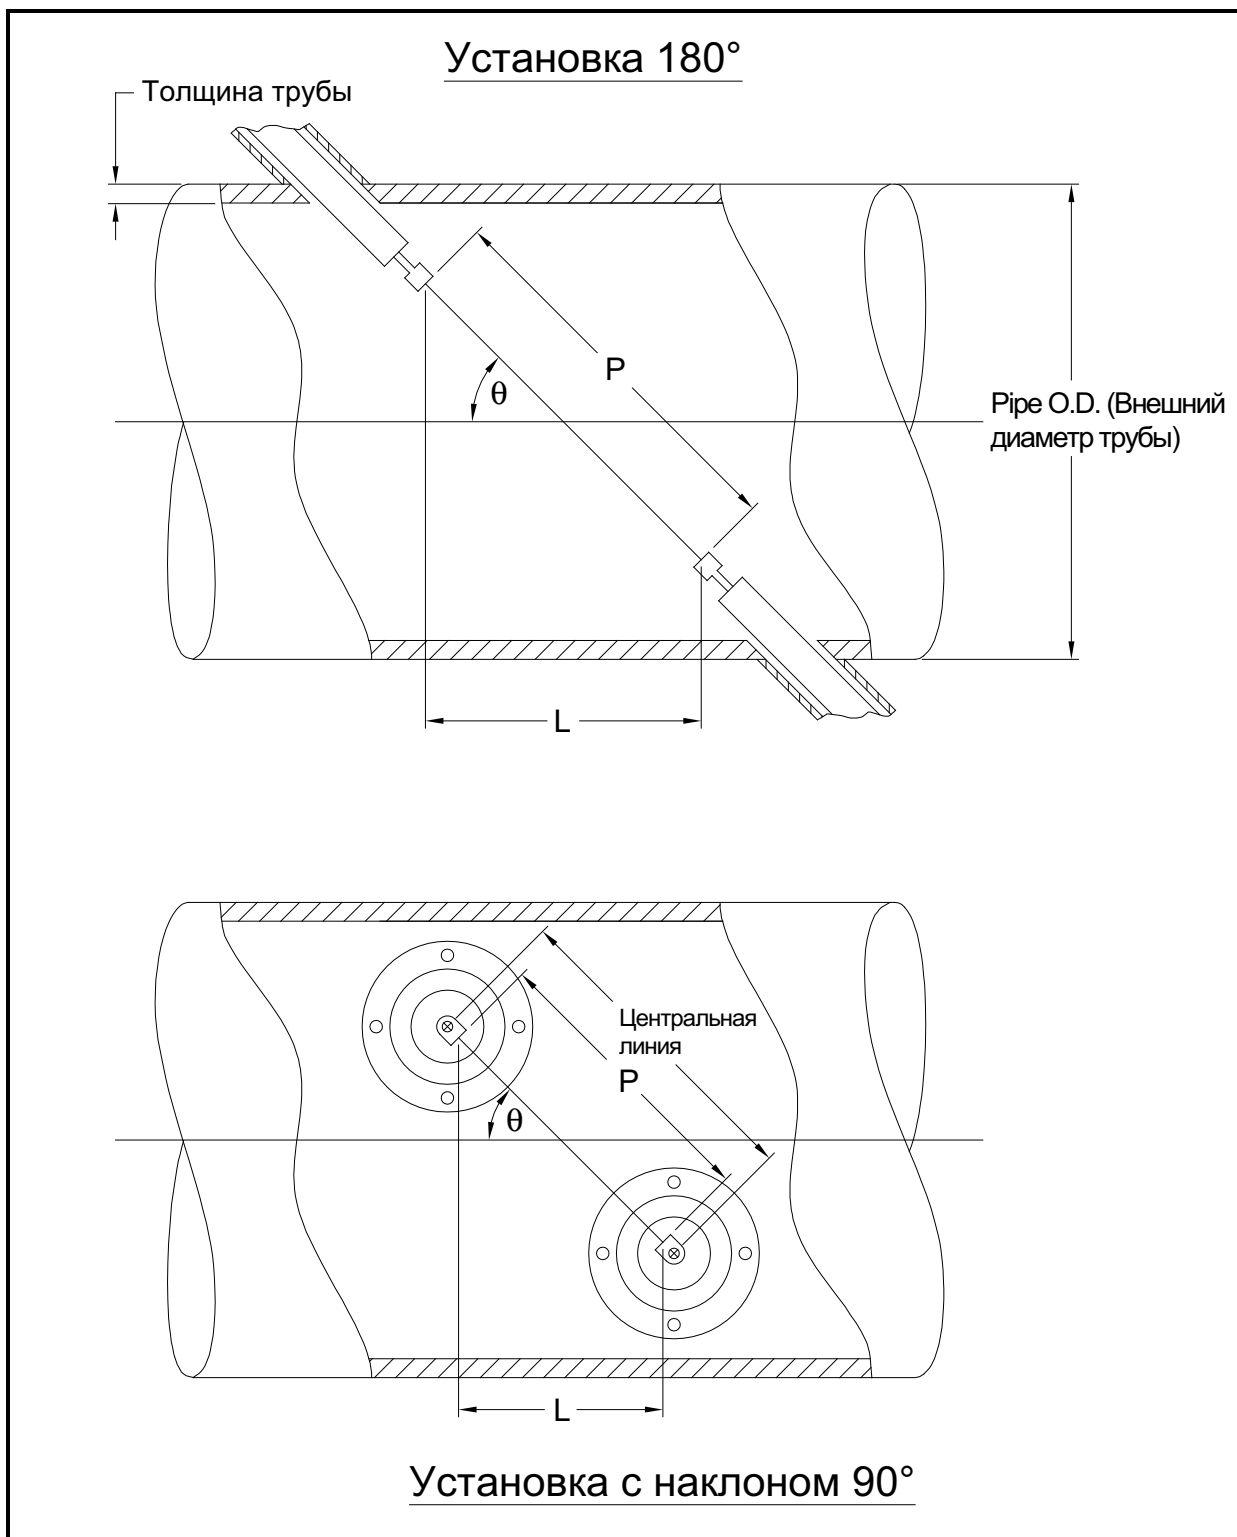

Рис. 20: Типовая установка датчиков, вид сверху
Точность программируемых значений Р и L очень важна для точных измерений расхода. Если GE поставляет для системы проточную ячейку, правильные значения будут указаны в документации, прилагаемой к системе. Для датчиков, установленных на существующей трубе (см. Рис. 20 на стр. 68), значения Р и L должны измеряться на месте. В этом приложении содержатся инструкции по правильному определению этих размеров.
Там где это возможно, физически измерьте расстояние между торцами (Р) и осевое расстояние (L) между центрами плоских торцов датчиков. См. пример измерения правильных расстояний при типовой установке: *Рис. 20 на стр. 68*.
При наклоне установки датчика на 90° иногда происходит так, что единственными известными параметрами являются угол датчика (θ) и осевое расстояние между корпусами датчиков (CL). В таких случаях все равно возможно рассчитать Р и L, объединив *уравнение C-1*, приведенное выше, с дополнительным *уравнением C-2*, указанным ниже (см. *Рис. 20 на стр. 68*):